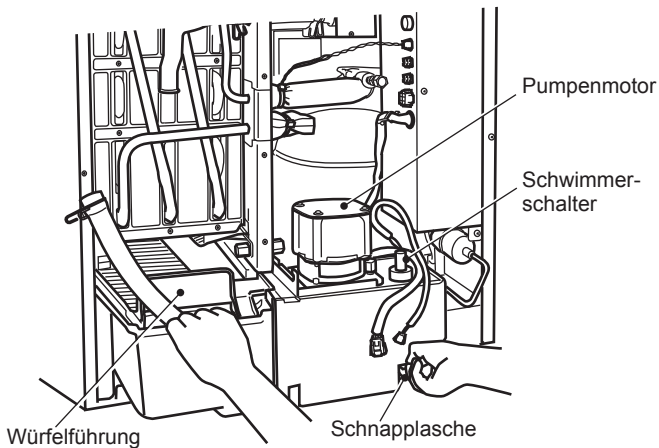

Abb. 3
- 5) Die Schnapplasche rechts vom Pumpenmotorträger nach oben drücken und Wassertank, Würfel-führung, Pumpenmotorträger, Pumpenmotor und Schwimmerschalter zusammen herausziehen. Siehe Abb. 3.